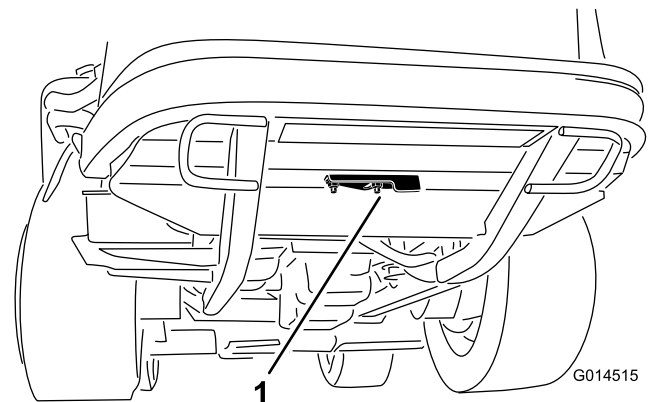

図 34
2. クリーン・アウト・カバーを後フレームの下側に固定しているフランジナットをゆるめる(図 34)。カバーをめくると、フレームのクリーン・アウト・ホール清掃穴が露出する。